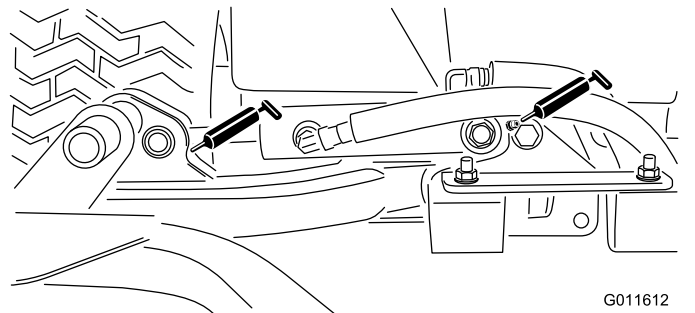

Figura 30
- Cilindros del brazo de elevación de la unidad de corte (2 en cada)—Figura 30
- Pivotes del brazo de elevación (1 en cada)—Figura 30